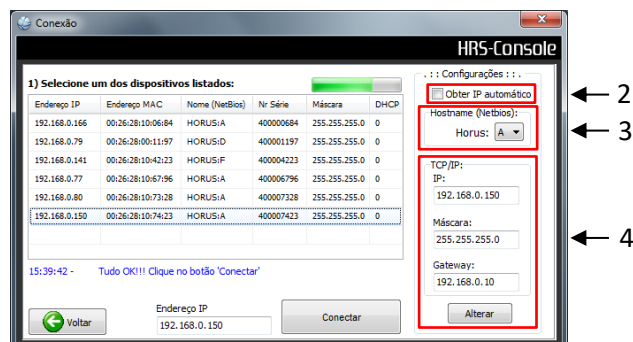

Figura 25 - Selecionar automação
- Selecione o Hostname desejado (item 3 da “Figura 25”) e marque a opção “Obter IP automático” (item 2 da “Figura 25”).
- O IP padrão da automação é 192.168.0.91, caso necessário alterar a configuração informe o novo IP (item “4” da “Figura 25”) e clique em “Alterar”.